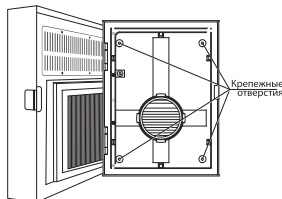

Рис. 9.
- Закрепите прибор на стене с помощью 3 шурупов, используя отверстия, отмеченные на Рис. 9.